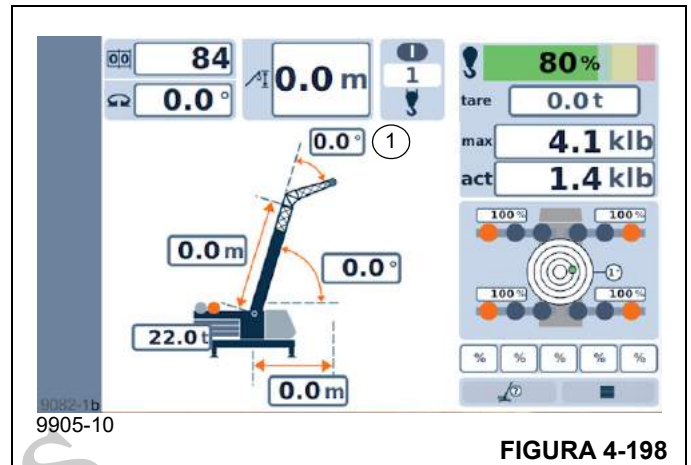

FIGURA 4-198
- **Elevação/abaixamento da extensão da treliça:** Mostra o ângulo atual da extensão da treliça (1, Figura 4-198) em relação à lança principal em graus.
- **Extensão de treliça, pode ser angulada:** Mostra o ângulo da extensão de treliça correspondente ao código RCL em graus (1, Figura 4-198).